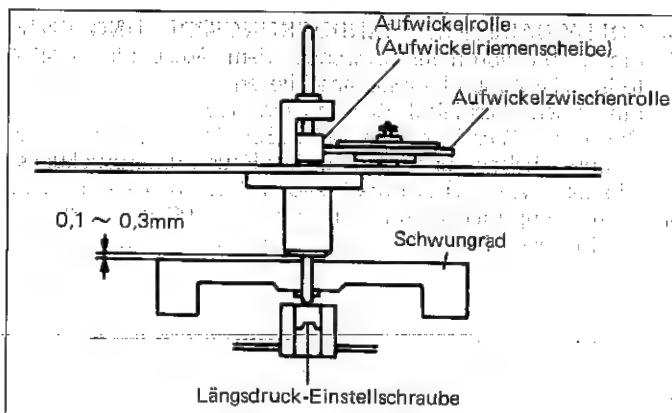

Abbildung 36-1
■ EINSTELLUNG DES SCHWUNGRADLÄNGSDRUCK-SPIELS (Siehe Abbildung 36-1.)